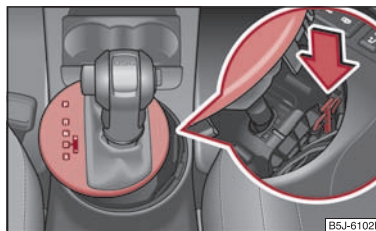

Fig. 99 Deblocarea de urgență a selectorului de viteze
- Apăsați cu degetul elementul de culoare galbenă din material plastic, în jos ⇒ fig. 99.